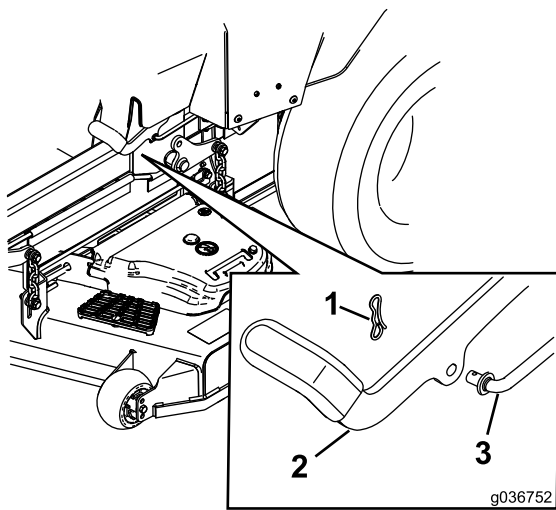

Figure 61
6. Si un réglage est nécessaire, desserrez le frein de stationnement. Retirez la goupille fendue de l'axe de la tringlerie de frein (Figure 61).